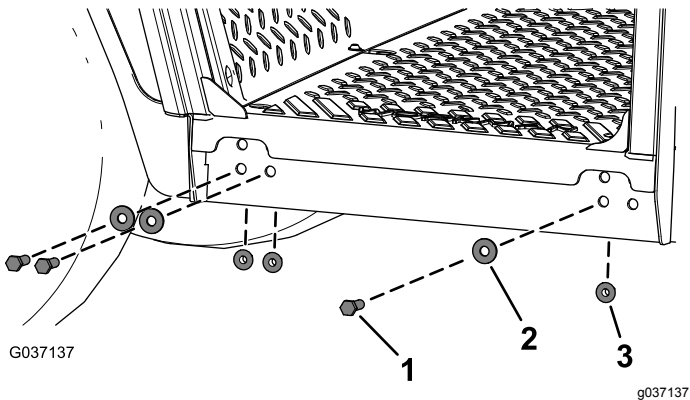

Figura 12
6. Fissare i lati del telaio della cabina alla macchina, utilizzando 6 bulloni a testa esagonale ($\frac{3}{8}$ " x $1\frac{1}{4}$ "), 6 rondelle ($\frac{3}{8}$ " e 6 dadi flangiati ($\frac{3}{8}$ " come mostrato nella Figura 12.